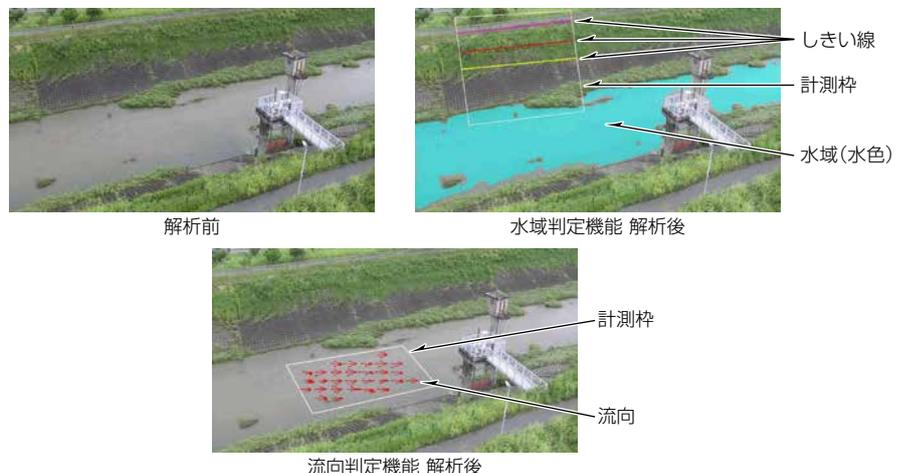

図2-水域・流向判定機能の解析例
(1) 流向判定は河川映像から計測枠内の流向を判定する機能であり、水路の順流・滞留・逆流の状態を即時に把握できる(図2)。取得した流向情報は、既設水位計の計測値に加えて、樋(ひ)門の遠隔開閉の判断指標の一つとして活用できる。
(2) 判定方式としては、画素全体の動きを解析することが可能なDense型オプティカルフロー方式を採用し、画素ごとの角度、強度の流れ情報を算出する。さらに水面反射や風などによる一時的な外乱の誤検出を抑制するため、過去の解析結果を利用して想定される適切な角度と強度を算出し、その結果に基づいて流向を分類・判定する。